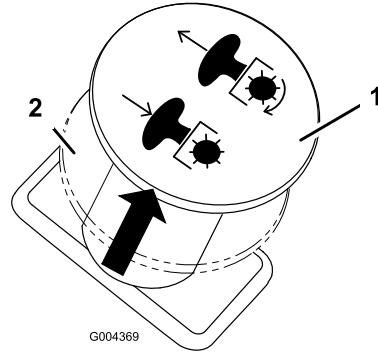

Figure 9
2. Désengagez les lames en plaçant la commande des lames en position Désengagée (Figure 9).
- Désengagez les lames en plaçant la commande des lames en position Désengagée (Figure 9).